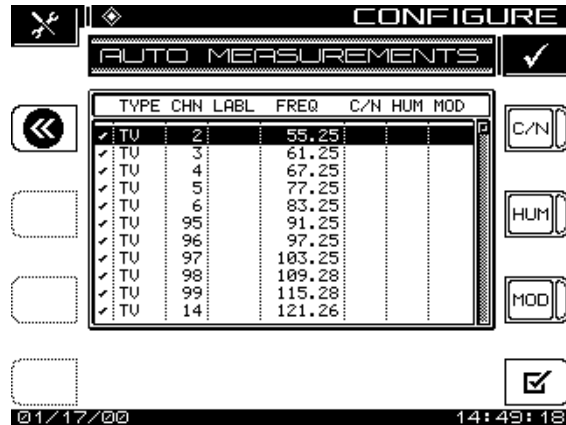

Abb. 14–7 Bildschirm AUTO MEASUREMENTS (Auto-Test-Messungen)
- **Specify Auto Measurements (Auto-Test-Messungen festlegen):** Die **Enter (Eingabetaste)** drücken, um festzulegen, welche Messungen während eines Auto-Tests durchgeführt werden (siehe Abb. 14–7). Mit Hilfe dieser Funktion kann der Benutzer angeben, bei welchen Kanälen C/N (Träger-/Rauschverhältnis), Brumm und Modulation gemessen werden sollen.